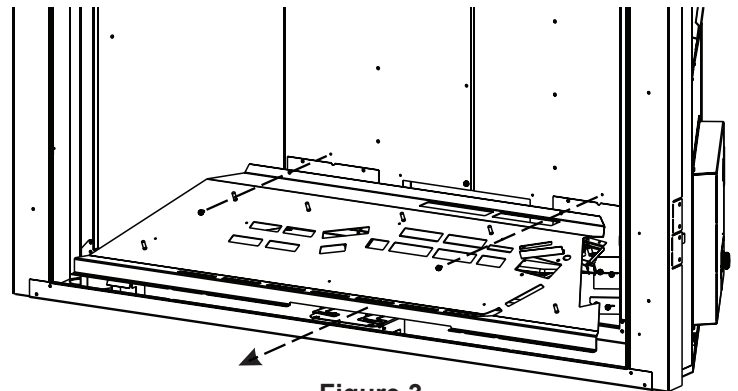

Figure 3
4. Retirer deux (2) vis qui fixent la veilleuse à la cuvette du brûleur. Ceci permet à l'ensemble de veilleuse de tomber.
5. Retirer deux (2) vis qui maintiennent en place la base du brûleur. Soulever la base du brûleur hors du foyer. **Voir Figure 3.**